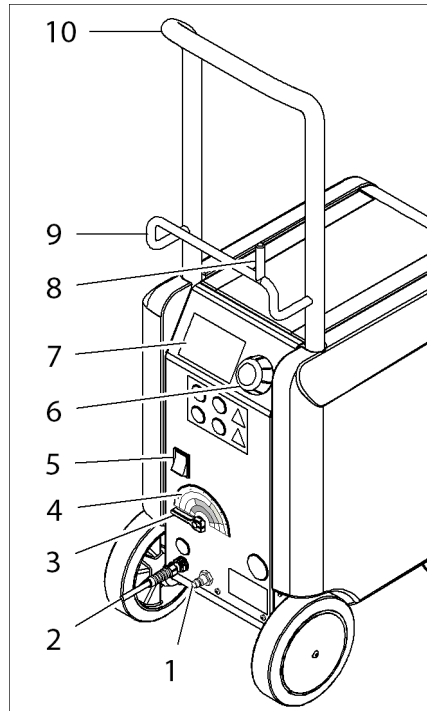

Abb. 2: Trockeneisstrahlgerät – Rückseite
- Stecken Sie die Strahlpistole auf den Dorn (Pos. 8 in Abb. 2) am Aufrollbügel des Trockeneisstrahlgeräts.